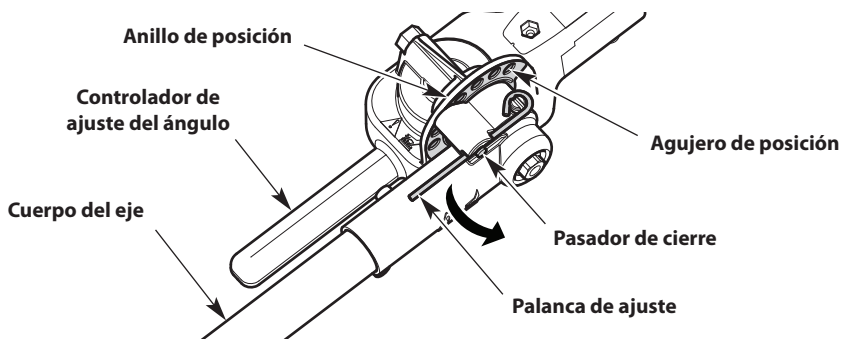

Fig. 15
1. Sostenga el controlador de ajuste del ángulo (Fig. 15) con la mano izquierda. Sostenga el cuerpo del eje (Fig. 15) con la mano derecha.
2. Con el dedo pulgar derecho, empuje la palanca de ajuste (Fig. 15) lejos del anillo de posición para desmontar el pasador de cierre (Fig. 15).
4. Alinee el pasador de cierre con el agujero deseado en el anillo de posición (Fig. 15).